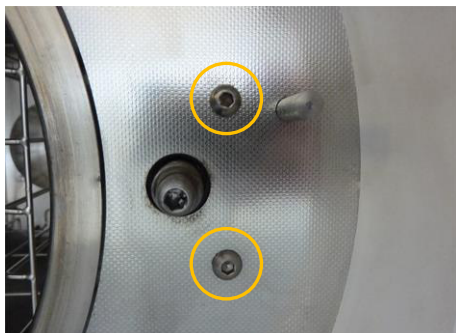

Рис. 1: Открытая дверь, вид на запорную гайку
- ▶ Проверьте затяжку винтов с шестигранным шлицем (Рис. 1) с обоих торцов шпинделя двери, фиксирующих камеру. При необходимости затяните винты и зафиксируйте жидким фиксатором для резьбовых соединений Loctite 272.